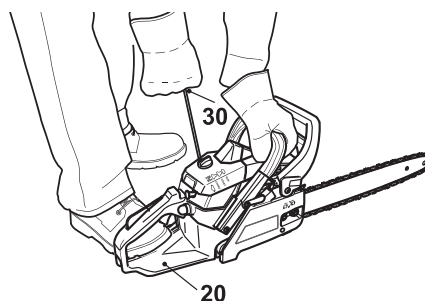

Fig. 26
4. Posez l'appareil par terre et calez-le bien en mettant le pied sur l'écran de protection de la poignée arrière (20). Tirez lentement sur la poignée du lanceur avec votre main droite jusqu'à ce que vous sentiez une résistance, puis tirez d'un coup sec et fort, jusqu'à ce que le moteur démarre (Fig.26) .